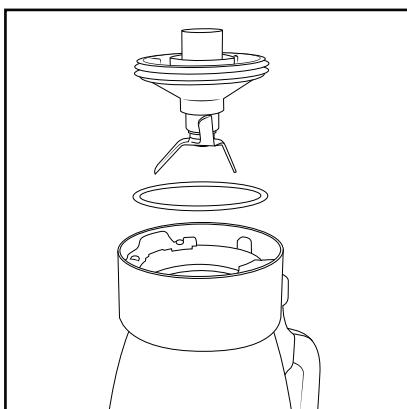

Fig. 5
- Para volver a montar la cuchilla **17**, asegúrese de que el anillo hermético esté bien montado (fig. 5). Tras esto, Monte la cuchilla **17** y gírela en sentido horario con ayuda del bloqueo de la tapa **14** hasta que quede firmemente encastrada.